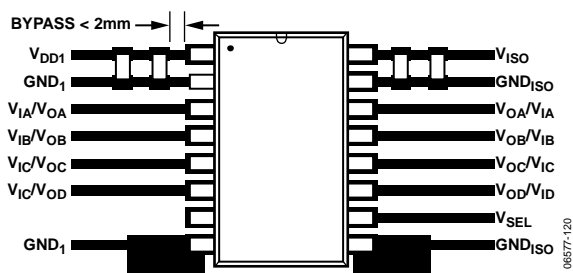

図 23. プリント回路ボードの推奨レイアウト
0.5 W の isoPower DC/DC コンバータを内蔵する ADuM5401/ADuM5402/ADuM5403/ADuM5404 デジタル・アイソレータでは、ロジック・インターフェース用の外付けインターフェース回路が不要です。入力電源ピンと出力電源ピンには電源バイパスが必要です(図 23 参照)。ピン 1 とピン 2 との間のチップ・パッドのできるだけ近くに低い ESR のバイパス・コンデンサが必要です。
ADuM5401/ADuM5402/ADuM5403/ADuM5404 は、フル・ロードと最大速度で動作する場合、約 1 W を消費するパワー・デバイスです。アイソレーション・デバイスにヒートシンクを使うことができないため、デバイスは基本的に PCB から GND ピンへの熱放散に依存しています。デバイスを高い周囲温度で使用する場合には、GND ピンから PCB グラウンド・プレーンへの熱パスを用意するよう注意が必要です。図 23 のボード・レイアウトに、ピン 8 とピン 9 の拡大したパッドを示します。パッドからグラウンド・プレーンへ大口径のビアを設ける必要があります。また、電源プレーンを使用してインダクタンスを小さくする必要もあります。サーマル・パッド内に複数のビアを設けると、チップ内部の温度を大幅に低下させることができます。拡大したパッドの寸法は、設計者と使用可能なボード・スペースによって決定されます。